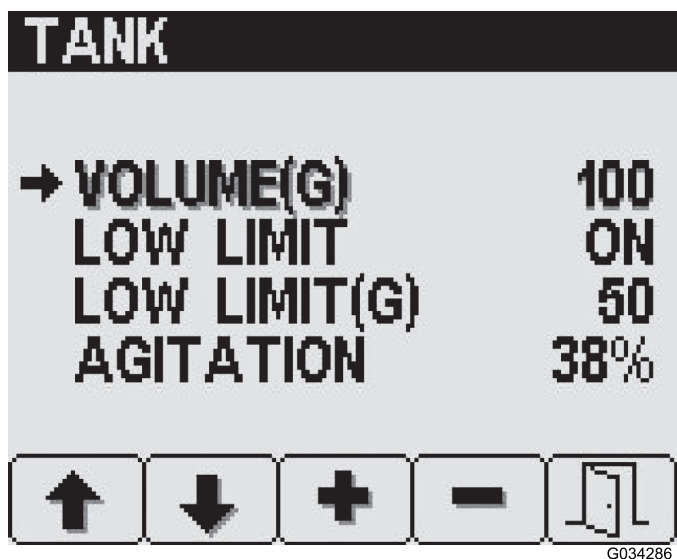

Figura 10
2. Premete il pulsante 2 fino a raggiungere l'elemento che desiderate modificare (Figura 10).
3. Utilizzate i pulsanti 3 e 4 per impostare il valore desiderato (Figura 10).